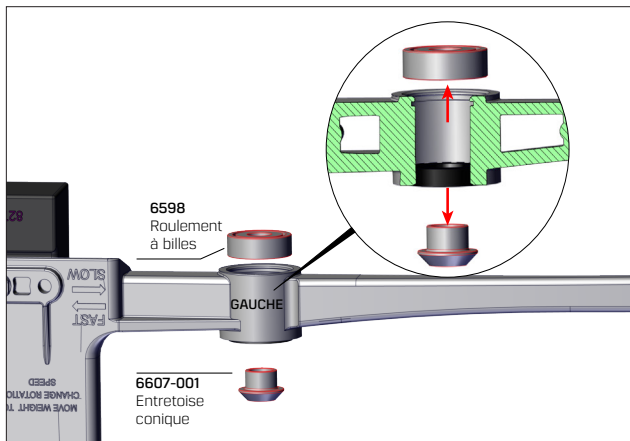

Fig. 7.
- En commençant par le moyeu du bras d'entraînement GAUCHE, retirez l'entretoise conique n° **6607-001** et exercez une pression manuelle pour sortir le roulement à billes #**6598** dans le sens indiqué sur la Fig. 7. Si la pression exercée avec les doigts ne suffit pas à retirer les roulements, utilisez un tournevis et un marteau pour